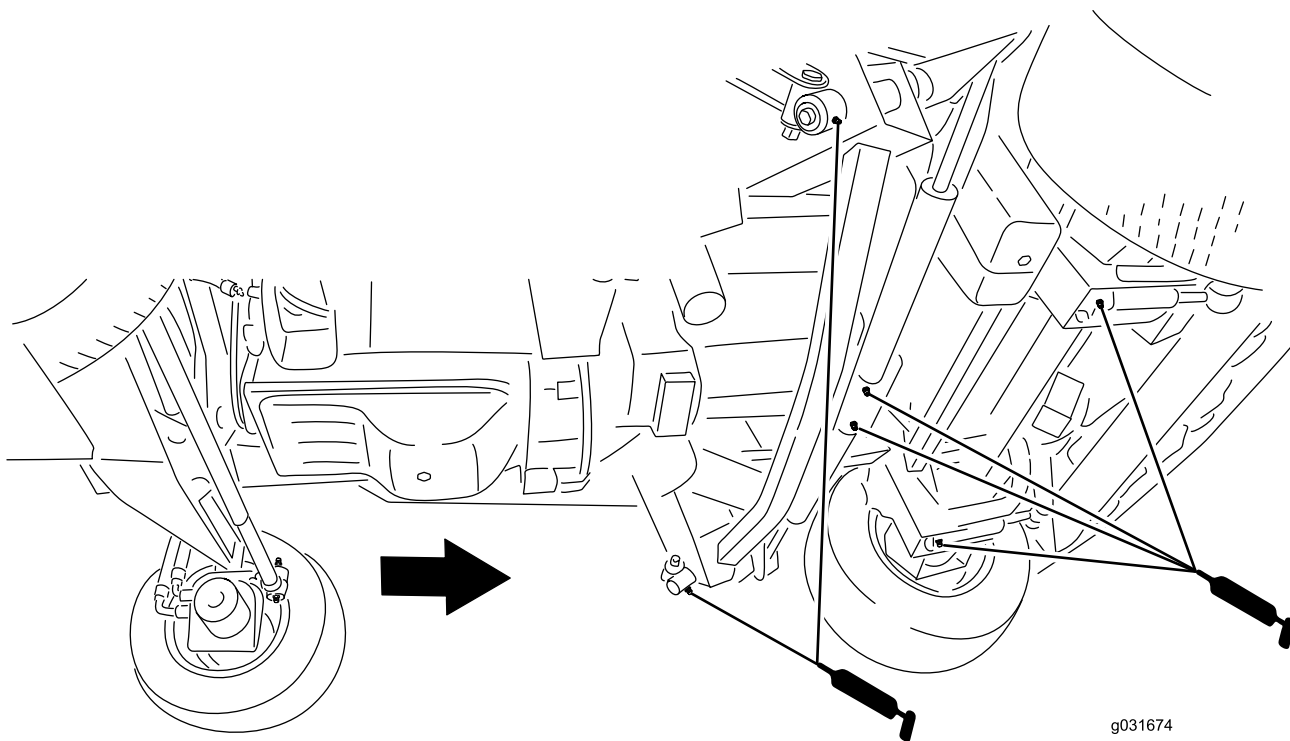

Figura 80
- 2 bracci di impatto (Figura 80)
- 2 perni di articolazione del cilindro di sollevamento del piatto anteriore (Figura 80)
- 2 perni di articolazione del cilindro di sollevamento dei piatti laterali (Figura 80)